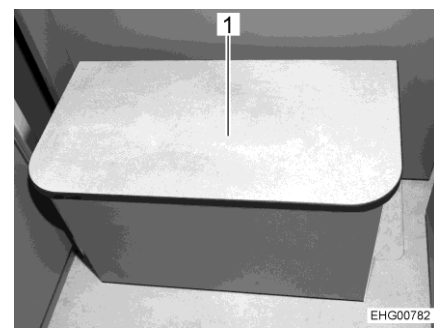

Fig. 67 Aide à la montée
- Soulever la marche (Fig. 67,1) et la replier.